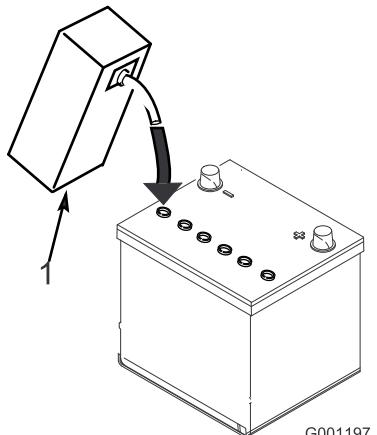

Bild 4
- Füllen Sie vorsichtig in jede Zelle Elektrolyt ein, bis die Platten ungefähr mit 6 mm Flüssigkeit bedeckt sind (Bild 4).
- Lassen Sie die Elektrolytflüssigkeit für 20 bis 30 Minuten in die Platten durchtränken. Füllen Sie nach Bedarf auf, um den Elektrolytfüllstand auf ungefähr 6 mm unter dem Einfüllstutzen anzuheben (Bild 4).